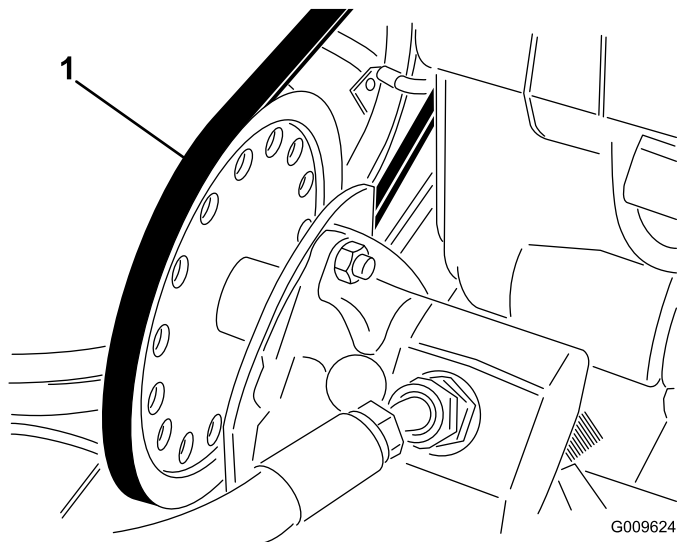

Figura 55
- A. Afloje las tuercas que sujetan la bomba hidráulica al bastidor del motor (Figura 55).